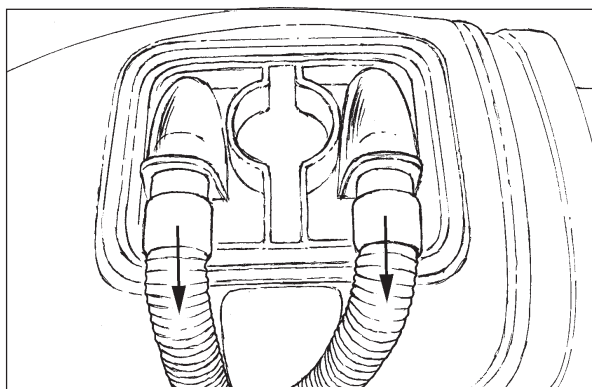

Figura 7
3. Desconecte las mangueras de la tapa de recuperación (Refiérase a la Figura 7.)